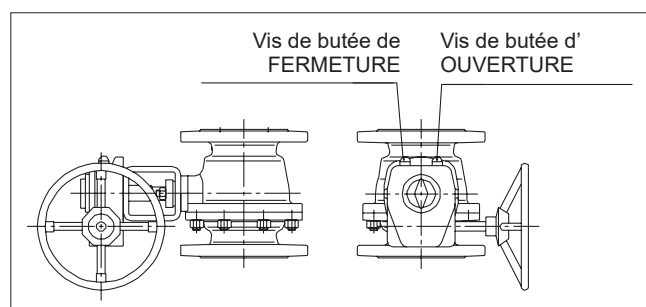

Fig. 34 Réglage des positions extrêmes d'ouverture et de fermeture d'un actionneur M
- Ajuster les positions extrêmes d'ouverture et de fermeture à l'aide des vis de butée situées aux extrémités de l'actionneur (cf. fig. 34). La vis de réglage de la position fermée est celle se trouvant le plus près du volant et celle de la position ouverte la plus éloignée. Le sens de rotation du volant est indiqué sur celui-ci (open = ouvert, close = fermé).